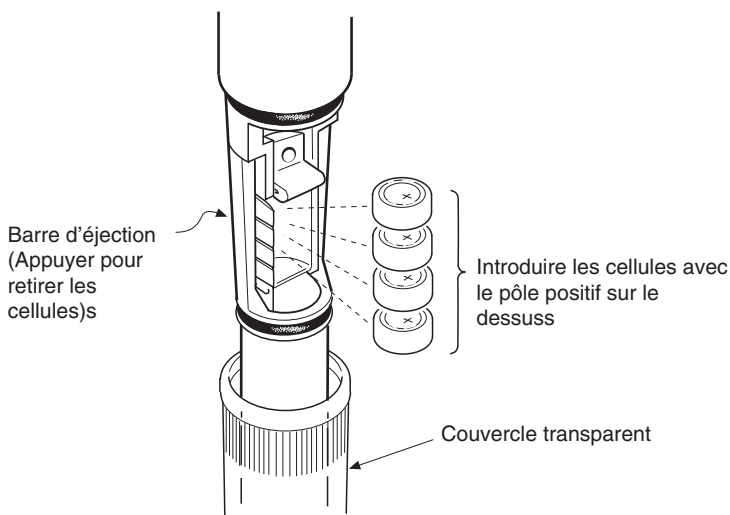

Fig. 2.3 Mise en place de cellules dans le sonde
2.3.1 Mise en place des cellules (Fig. 2.3)
la cellule) devra se trouver à proximité de l'extrémité supérieure (câble) de la sonde (voir Fig. 2.3).